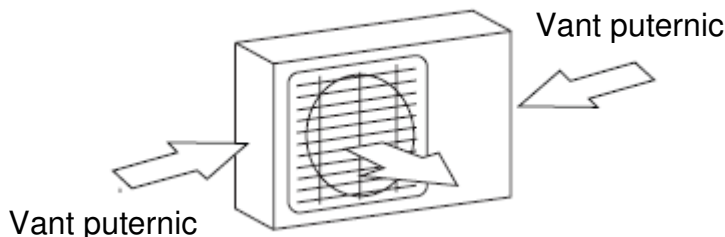

Fig. 6.1
- ☑ Daca locul de instalare este expus vanturilor puternice (ex. langa o plaja),unitatea trebuie asezata pe perete astfel incat sa fie ferita de vant. Daca este cazul, folositi un paravan din panza. (consultati Fig. 6.1 si 6.2)